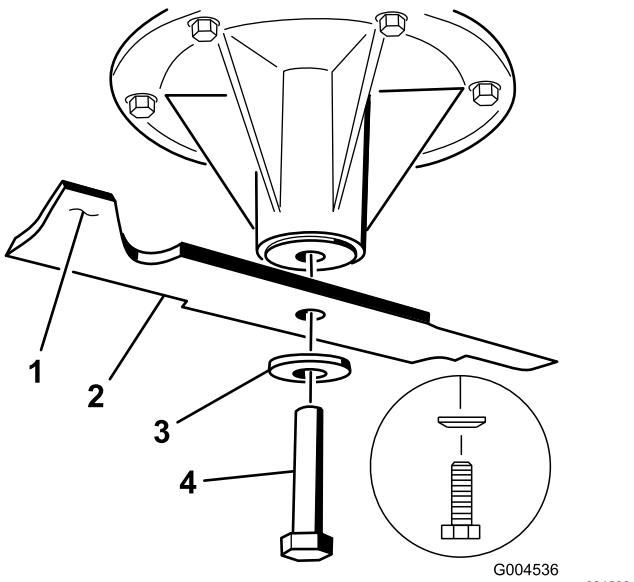

Figura 74
2. Togliete il bullone, la rondella curva e la lama dall'asse del fusello (Figura 74).